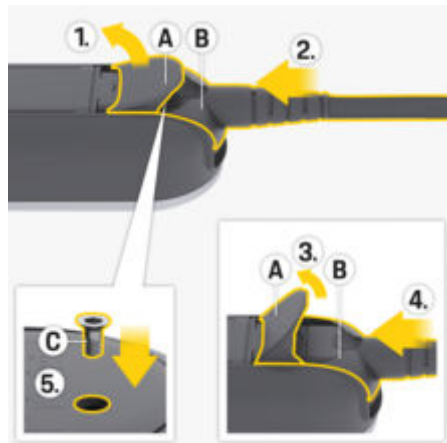

Fig. 50: Ajuste de los cables de alimentación y enchufes
- Abra la cubierta **A** (Fig. 50) unos 15 grados (lo suficiente para que el enchufe **B** (Fig. 50) encaje en la unidad de control).
- Inserte el enchufe **B** (Fig. 50) en la unidad de control hasta que se sienta primero la resistencia.
- Abra completamente la cubierta **A** (Fig. 50).
- Empuje el enchufe **B** (Fig. 50) por completo.
- Cierre la cubierta **A** (Fig. 50) por completo y ajústela con el tornillo **C** (Fig. 50).